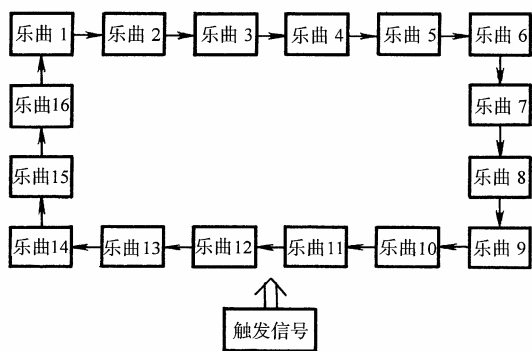

图 1-3
(3) KD-482I 是 CMOS 大规模集成电路，内部只读存储器 (ROM) 中顺序存储了 16 首乐曲，由触发信号控制其播放(见图 1-3)。每触发一次演奏一首，并且每次触发后演奏的乐曲均与前次不同，16 首乐曲自动循环播放。